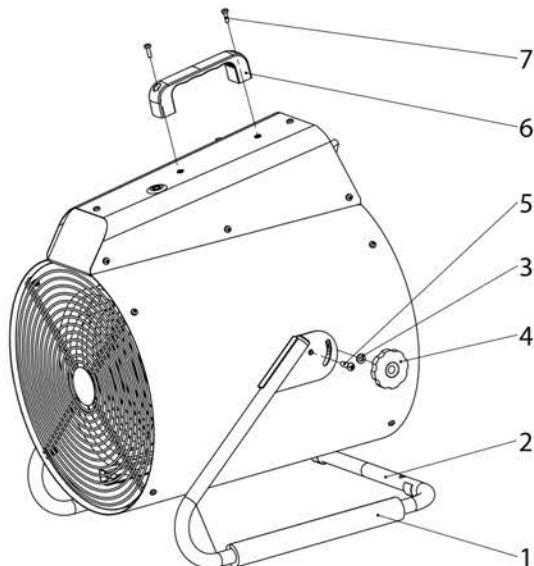

Рис. 1. Подготовка к работе
Для приведения в рабочее положение прибора необходимо снять с опоры изолоновый упаковочный материал (1), установить опору (2) на корпус винтами (5), как указанно на рис. 1. На барашковый винт (4) надеть шайбу М6 (3) и закрутить через отверстие опоры в корпус. Прикрепить ручку для переноса (6) к блоку управления при помощи винтов M4x14 (7).